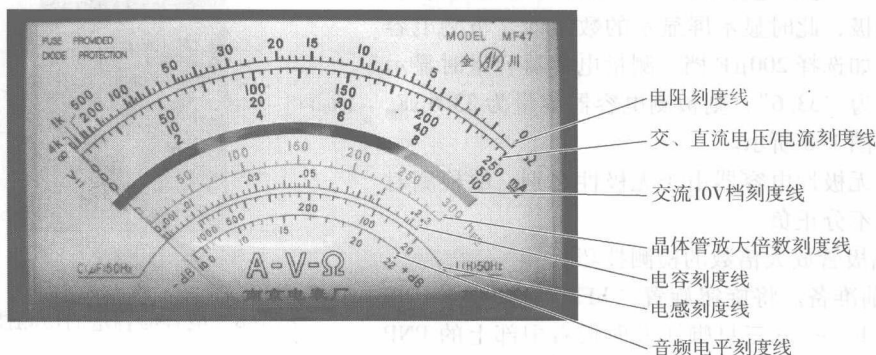

图 1-11 指针万用表的刻度盘
(1) 刻度盘。MF47 型指针万用表的刻度盘如图 1-11 所示, 其上面有七条功能不同的刻度。具体功能如下: